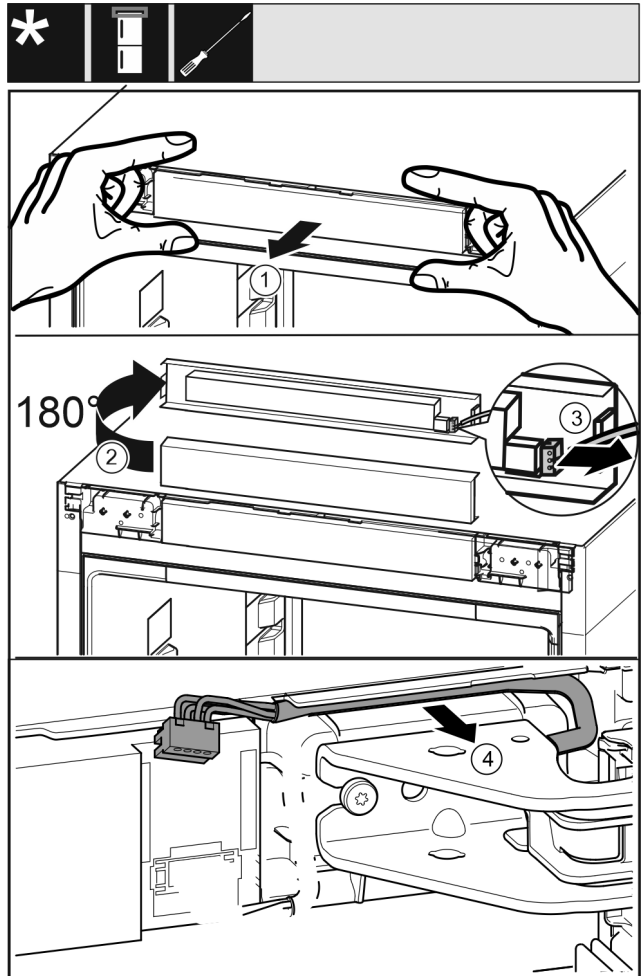

Fig. 10
- Óvatosan válassza le a kezelőpanelt Fig. 10 (1) előre felé.
- Fordítsa el a kezelőpanelt Fig. 10 (2) felfelé 180°-kal.
- Nyomja hátrafelé a reteszelő bütyköt Fig. 10 (3), és óvatosan húzza ki a dugót.
- Óvatosan vegye ki a csapágybak feletti kábelt Fig. 10 (4) a vezetősínből.